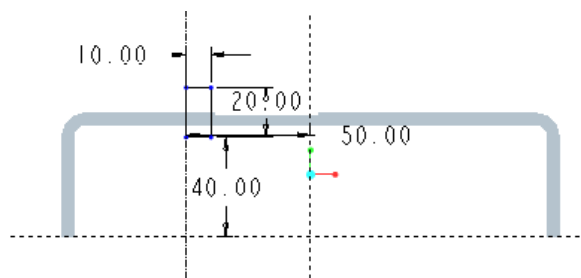

図 2-22 一辺が中心線上にある長方形の描画
- ・仮寸法をクリックして長方形の横幅を穴の半径に相当する 10 に変更する（図 2-22）。